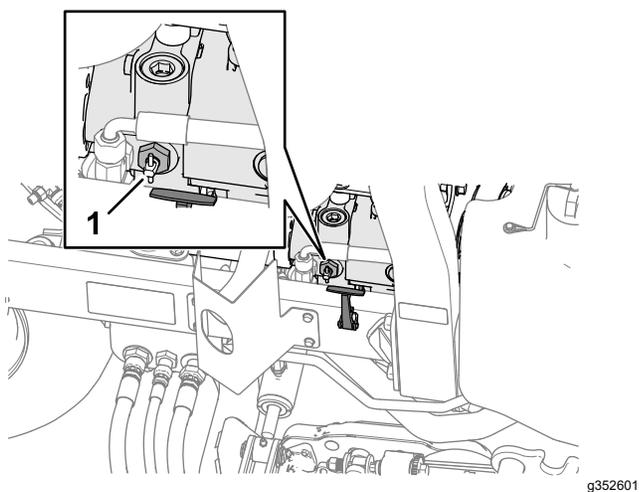

図 51
2. 右側フードラッチの近くにあるポンプのバイパスバルブ 図 51のハンドルを 90° 回転させる。